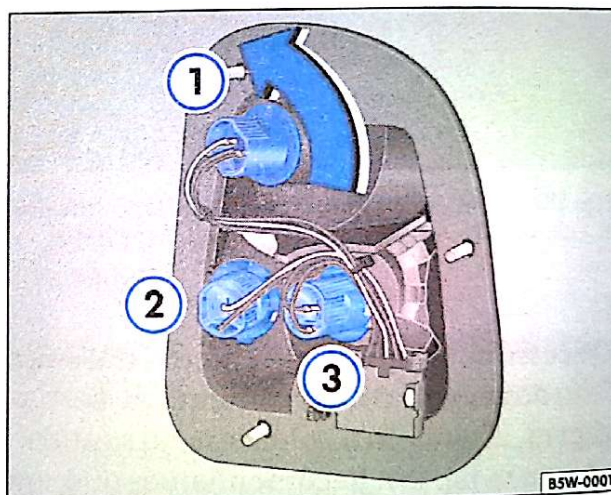

Fig. 140 Conjunto lanterna traseira
- Retire o soquete da lâmpada a ser substituída ⇒ fig. 140 ① (lâmpada do freio / luz de posição), ② (lâmpada do indicador de direção) ou ③ (lâmpada da marcha à ré), girando-o no sentido anti-horário -seta- ▶